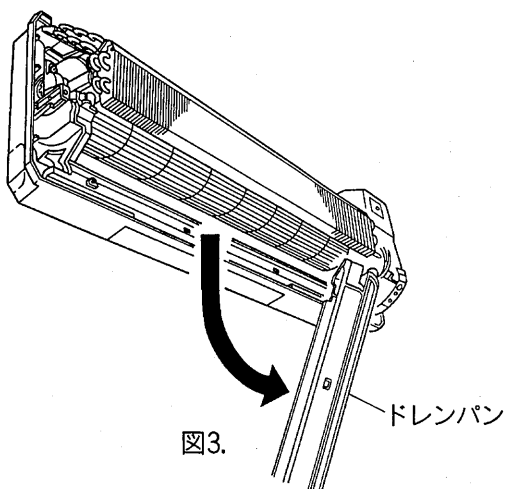

図3.
(4) ドレンパンを外し、ドレンホースでぶらさげるようにして外します。(図3.)